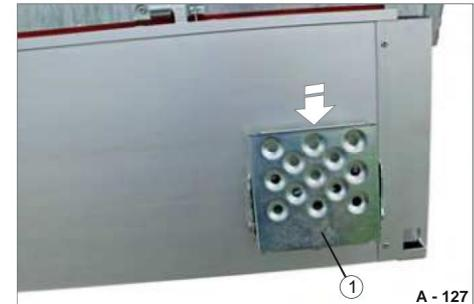

Fig. 183 Gradino pieghevole, piegato
- ÿ Ribaltare il gradino (Fig. 183/1) verso l'alto e farlo scorrere verso il basso.